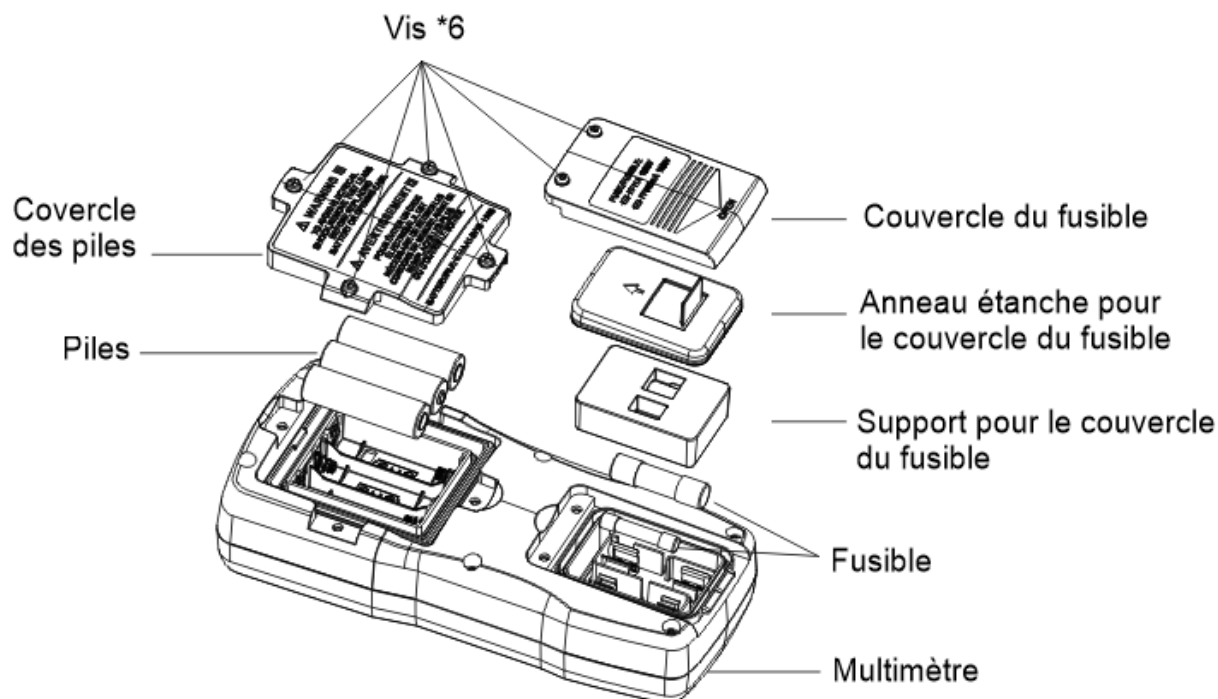

Figure 19
2. Remplacez les piles ou le fusible (Figure 19)